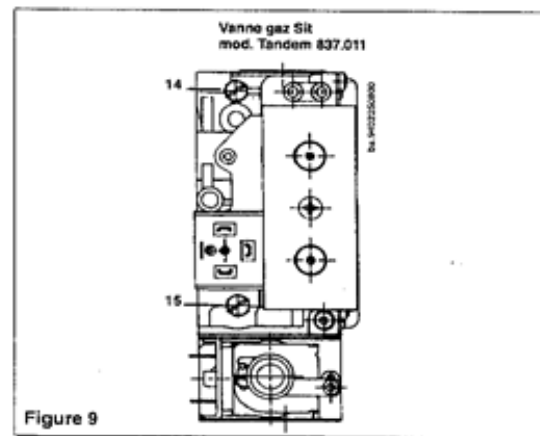

Figure 9
- * s'assurer que la pression dynamique d'alimentation de la chaudière, mesurée au niveau de la prise de pression (15) de la vanne gaz (figure 9 de la page 10) soit correcte.